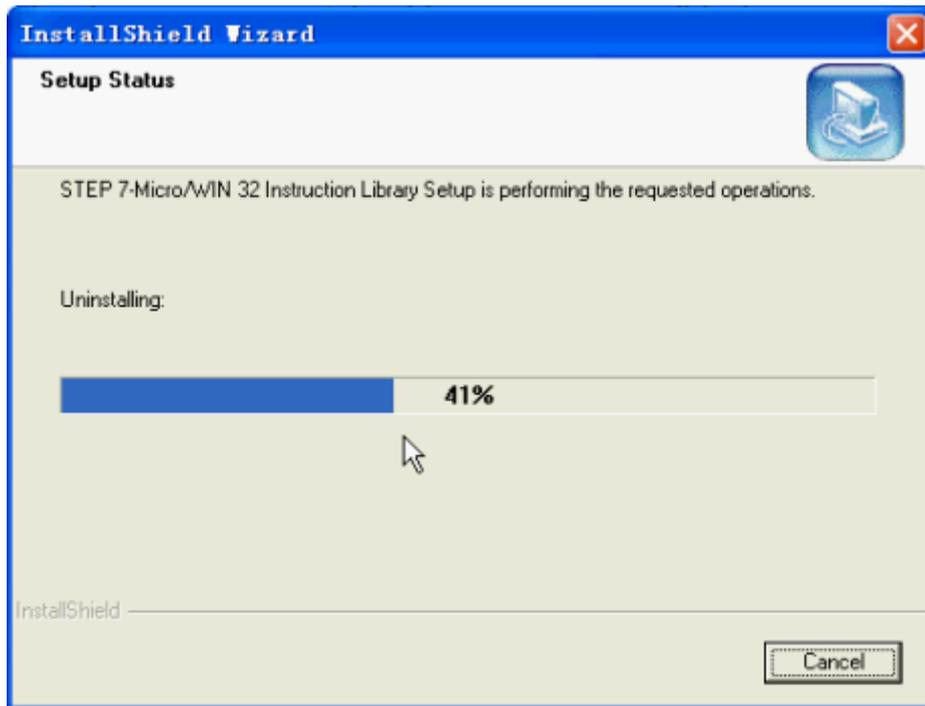

图 1-15 卸载过程
(3) 在“确认卸载”对话框中，若想放弃卸载，可单击“否”按钮退出卸载程序。单击“是”按钮启动卸载程序，卸载过程如图 1-15 所示。